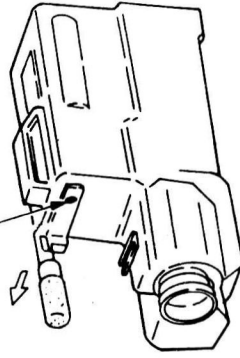
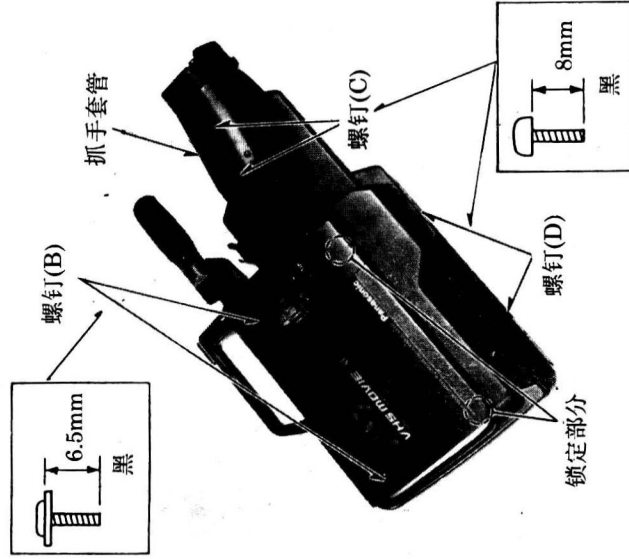

图 10
图 11
③在按寻像器底部的锁定杆的同时,移出寻像器。
步骤:①卸下螺钉(A),如图 10 所示;
②按图 10 中的箭头方向滑出话筒部件;
③断开话筒部件上的插件。
步骤:①卸下 2 个螺钉(B),如图 11 所示;
②将盒仓盖向上提拉,取出盒仓盖。
②轻轻提起右侧外壳,然后断开右侧外壳的连接器。
步骤:①卸下 2 个螺钉(C),如图 11 所示;
②卸下 2 个螺钉(D),如图 11 所示;